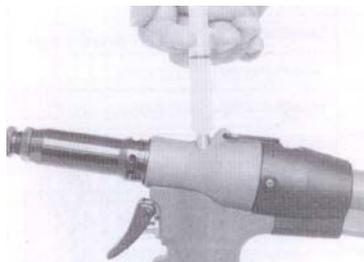

Рис. 8
5. Накрутите шприц на инструмент Рис. 8